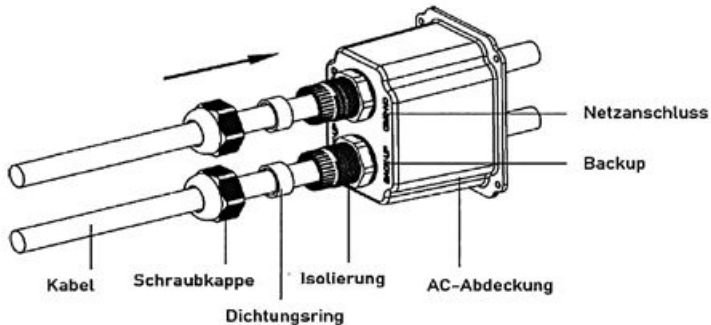

Abbildung 3.27
2. Führen Sie die abisolierten AC-Kabel in der Reihenfolge durch die AC-Anschlussabdeckung, wie in der in Abbildung 3.27 gezeigt.